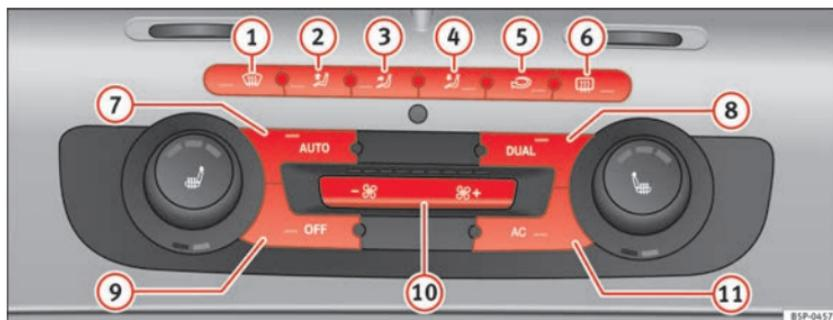

Fig. 131 Comandos do Climatic 2C no painel de instrumentos
- Rodar as rodas de regulação da temperatura ⇒ página 164, fig. 131 9 ou 14 para ajustar a temperatura do lado esquerdo e direito, respectivamente.
- Premir o botão  ⇒ página 164, fig. 131. Aparece «AUTO High» no visor do rádio (velocidade do ventilador alta).
- Premir de novo o botão  ⇒ página 164, fig. 131. Aparece «AUTO Low» no visor do rádio (velocidade do ventilador baixa).